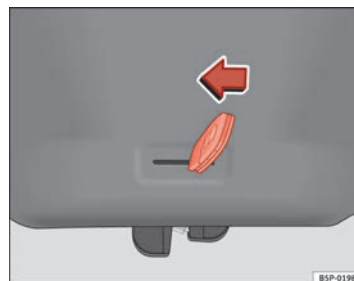
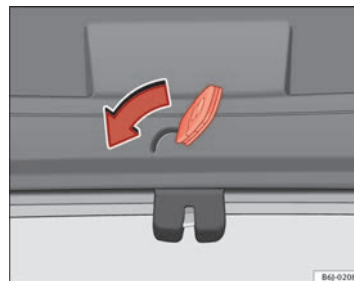

Fig. 50 IBIZA / IBIZA SC :
Fig. 51 IBIZA ST : Ouver-
- Introduisez le panneton de la clé dans la rainure et déverrouillez le système de fermeture, en dirigeant la clé de droite à gauche comme indiqué par la flèche ⇒ fig. 50, ⇒ fig. 51. ■